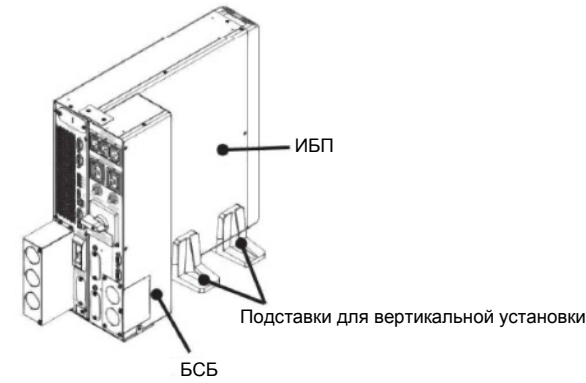

Рисунок 3
- Поставьте приборы вертикально и поместите на подставки для вертикальной установки (см. **Рисунок 3**).